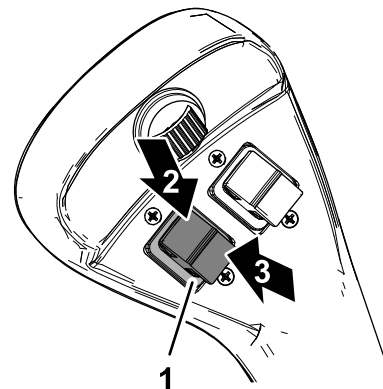

Figura 20
- Presione hacia arriba el interruptor del apero hidráulico para accionar un apero hidráulico en la dirección de caudal hidráulico hacia adelante (Figura 20).